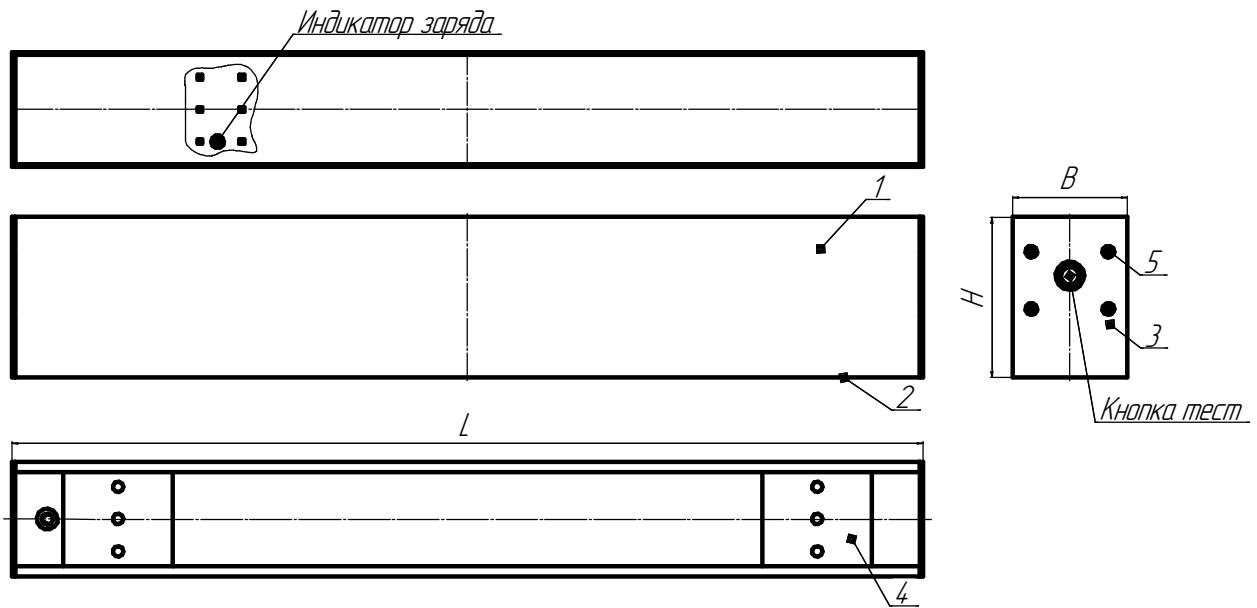

Рисунок 1 - Общий вид светильника серии ДПО02.
5.6. В светильниках присутствует ручное тестирование аварийного режима. Выключите светильник. Зажмите кнопку, находящуюся под рассеивателем, на панели со светодиодными модулями (рисунок 1). Источник питания светильника переключится в аварийный режим, напряжение на светодиодные модули будет подаваться от аккумулятора. Для возврата в рабочий режим, отпустите кнопку ручного тестирования.